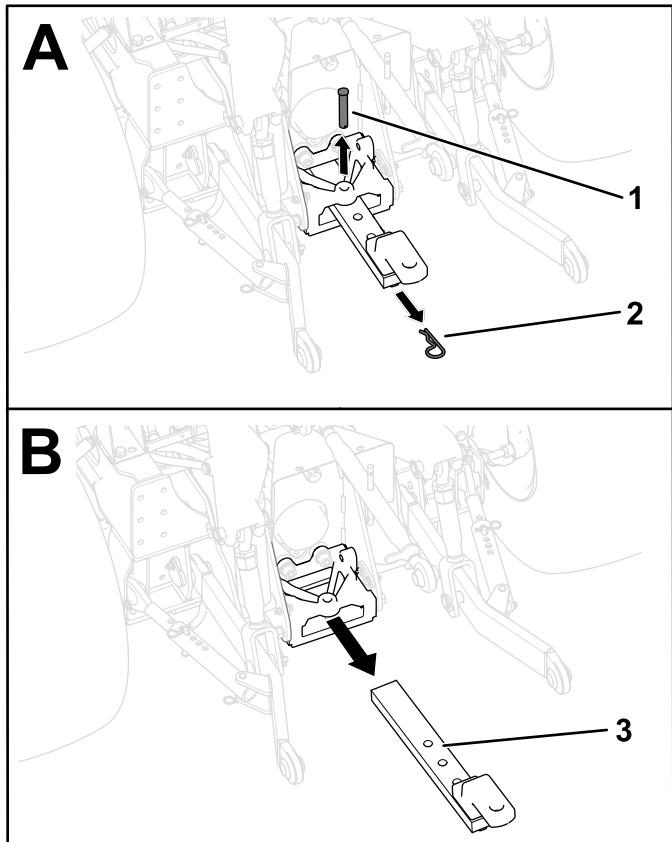

Рисунок 20
1. Извлеките игольчатый шплинт и шплинтуемый штифт, которые крепят буксировочную штангу к опоре штанги (Рисунок 20).
2. Снимите буксировочную штангу с опоры (Рисунок 20).